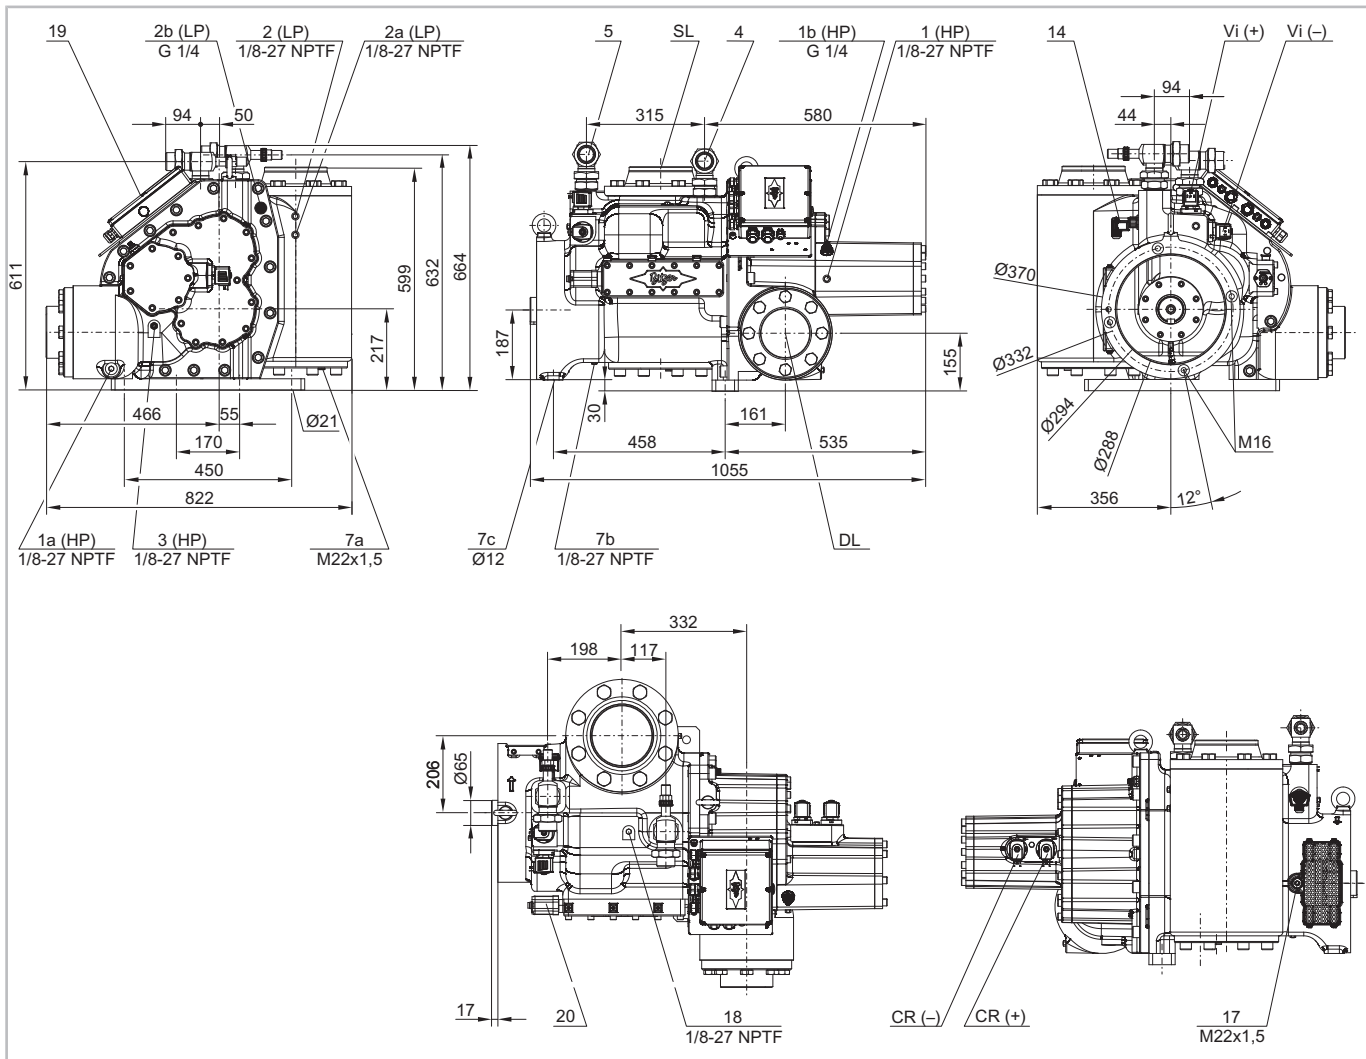

Fig. 2: Croquis coté OS.A95103
Afin d'éviter un fonctionnement à sec de la garniture d'étanchéité lors du démarrage du compresseur, remplir d'env. 1 l d'huile le raccord pour injection d'huile (voir figure 2, page 36, pos. 5).